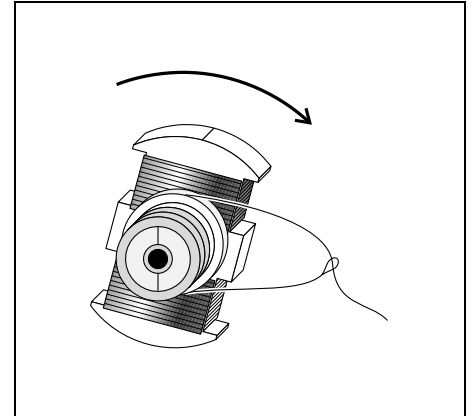

Fig. 9
- S'il est prévu d'enrouler un fil - par ex. pour soulever une masse - sur la poulie, tirer le fil à travers la boucle ainsi que représenté à la fig. 9 et tourner le rotor dans le sens de la flèche.
- Si desea utilizar un cuerda para, por ej. levantar un peso, enrollarla sobre la polea. Tensar la cuerda por el lazo como se ilustra en la Fig. 9 y girar el rotor en la dirección de la flecha.